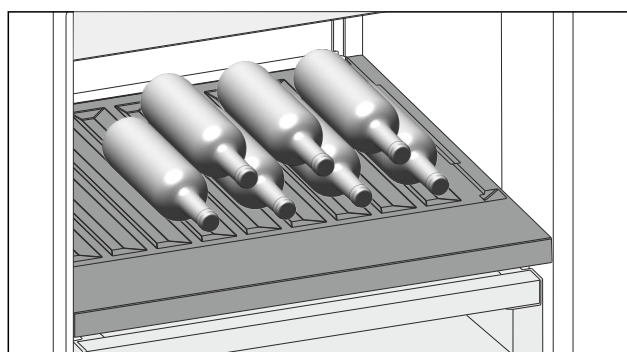

Fig. 150 Immagine a titolo di esempio
- Inserire le bottiglie con il fondo rivolto verso la parte posteriore. (vedere Fig. 150)